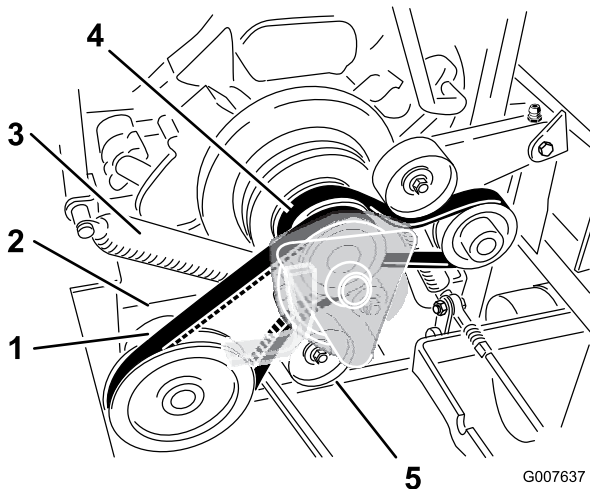

Figure 64
4. Décrochez le ressort du bras de la poulie de tension (Figure 64).
7. Montez la nouvelle courroie d'entraînement de PDF autour de la poulie d'embrayage et de la poulie du boîtier d'engrenages (Figure 64).
9. Raccrochez le ressort au bras de la poulie de tension (Figure 64).